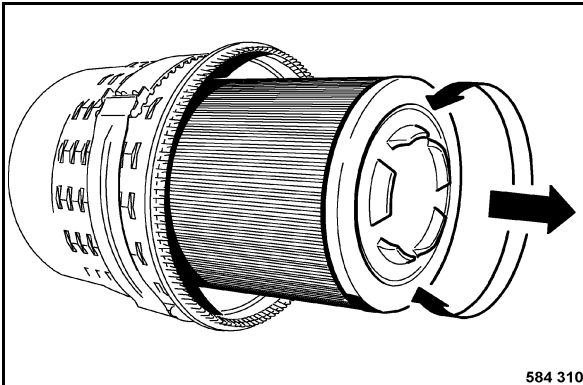

fig. 184
- Extraire le filtre à air (fig. 184) avec de légers mouvements rotatifs.